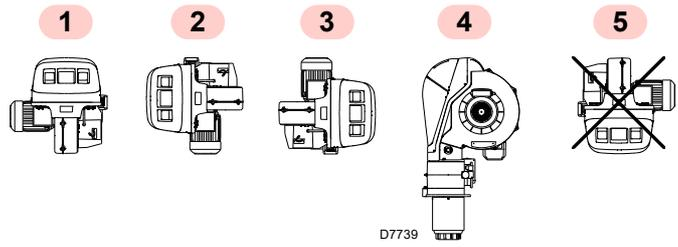

Fig. 13
- Le brûleur est exclusivement prévu pour fonctionner dans les positions **1, 2, 3** et **4** (Fig. 13).